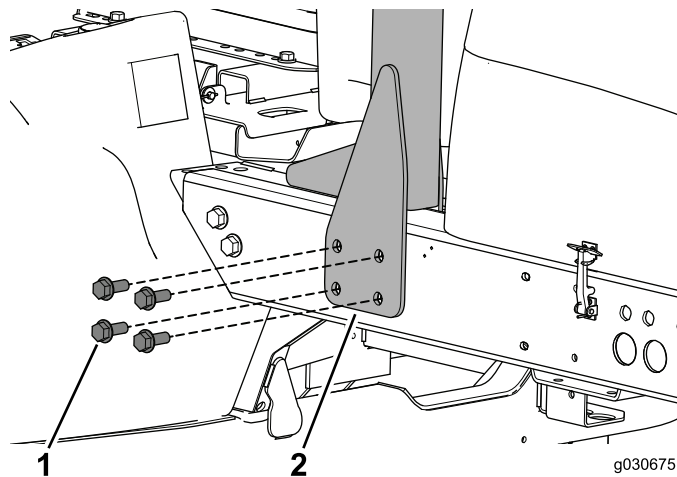

Bild 6
1. Entfernen Sie die Schrauben, mit denen der Überrollschutz an der linken Seite der Maschine befestigt ist (Bild 6).